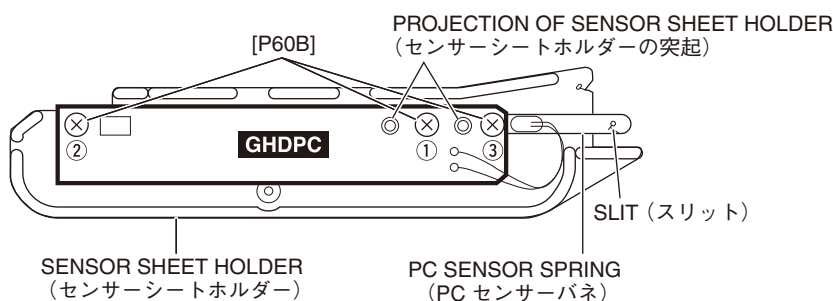

Fig. 21 (図 21)
- 21-3-1. Fit the GHDPC circuit board and the PC sensor spring to the projection of the sensor sheet holder. (Fig. 21)
- 21-3-2. Attach the three (3) screws marked [P60B] in the order shown in the figure. (Fig. 21)
- 21-3-4. Insert the slave strings into the slit of the PC sensor spring. (Photo 6, Photo 7, Fig. 21)
- 21-3-1. センサーシートホルダーの突起に PC センサーバネと GHDPC シートをはめ込みます。(図 21)
- 21-3-2. [P60B] のネジ 3 本を、図で示す順番どおりに取り付けます。(図 21)
- 21-3-4. スレーブストリングを、PC センサーバネのスリットに挿入します。(写真 6、写真 7、図 21)